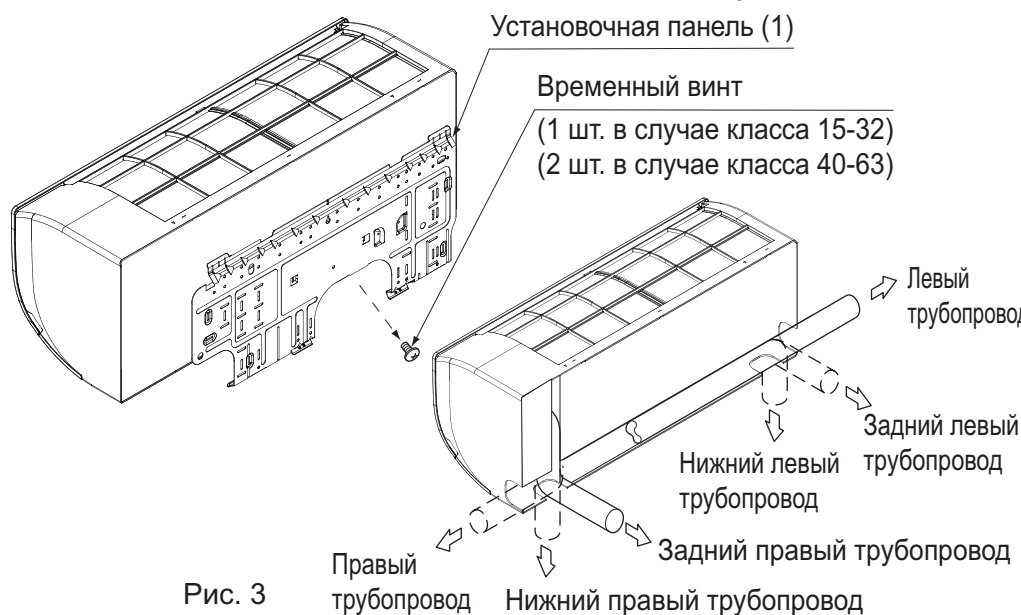

Рис. 3
(1) Откройте отверстие для трубопровода.
- Трубопровод для хладагента и дренажную трубу можно вывести в 6 направлениях: слева, снизу слева, сзади слева, справа, снизу справа и сзади справа. (См. рис. 3)
(2) Снимите установочную панель (1) с блока и закрепите ее на стене.
(См. рис. 3)